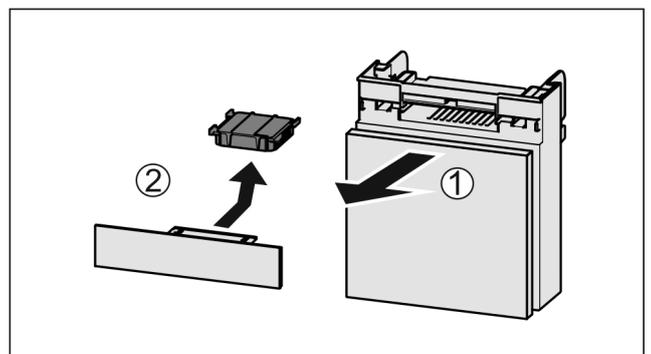

Fig. 36
- ▶ Retire el compartimiento hacia delante *Fig. 36 (1)*.
- ▶ Retire el filtro de carbón activo *Fig. 36 (2)*.